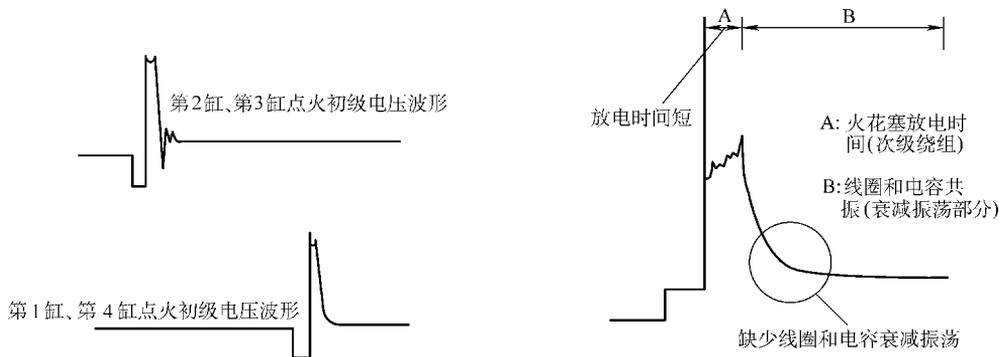

图 3-31 正常点火波形
(1) 工作正常时的点火波形 点火系波形分为击穿电压（实际燃烧电压）和燃烧电压（实际使用需要燃烧电压）。两种波形形成明显的高度差，波形的高度差，就是保证大负荷和恶劣道路条件下使用的储备电压，工作正常时的点火波形见图 3-31。
(2) 工作不正常时的点火波形 不正常时的点火波形表现为击穿电压和燃烧电压波形高度一致。如点火模块接地线接头松动或点火线圈内部短路等故障造成燃烧电压过低，使击穿电压和燃烧电压波形高度一致，没有储备电压，严重时甚至低于正常的燃烧电压，如燃烧电压只有 6000 ~ 8000V，就会因燃烧不好而造成怠速抖动。